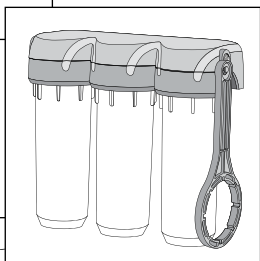

Рис. 4
- Теперь ключ всегда будет под рукой и никогда не потеряется (**рис. 4**).